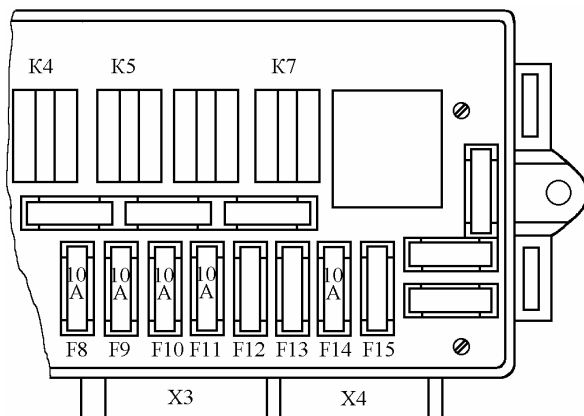

Рис.17. Блок реле и предохранителей.
4.9.4. Проверить работоспособность реле К 4 (рис.17) ближнего света фар.
4.9.5. Проверить работоспособность реле К5 (рис.17) дальнего света фар по пп. 4.9.4.1 - 4.9.4.3.
(рис.17.), сняв крышку блока реле и предохранителей, расположенную на левом усилителе брызговика в подкапотном пространстве.
4.10.4. Проверить работоспособность реле К7 (рис.17) противотуманных фар по пп. 4.9.4.1 - 4.9.4.3.